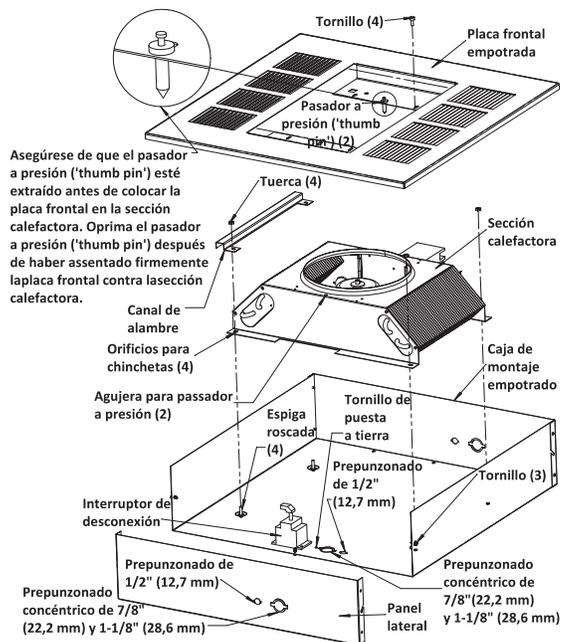

Figura 3
1. Extraiga la caja de montaje empotrado (Figura 3) de la caja que contiene el gabinete de montaje empotrado tipo REA.
2. Quite los tres tornillos y el costado de la caja de montaje empotrado para facilitar el conexiónado (Figura 3).
3. Retire uno de los troqueles que están cerca del tornillo de puesta a tierra e instale un conector de cables o conductos (Figura 3).
4. Instale el interruptor de desconexión opcional (si fuera necesario) como se indica en la Figura 3.
8. Posicione la sección calefactora sobre las espigas roscadas de la caja de montaje empotrado (Figura 3).
- Empuje la sección del calefactor contra los pernos y coloque dos tuercas (incluidas) en los pernos para sujetar la mitad de la sección del calefactor opuesta a los cables enfundados a la caja empotrable. Empuje el cablecanal contra los pernos asegurándose de que los cables enfundados queden adentro del cablecanal y coloque dos tuercas (incluidas) en los pernos para sujetar el cablecanal y la otra mitad del calefactor a la caja empotrable. (Figura 3).
- Extraiga la placa frontal empotrada (Figura 3) de la caja que contiene el gabinete de montaje empotrado tipo REA.
NOTA: asegúrese de que el pasador a presión ('thumb pin') de cada extremo de la abertura de la rejilla de descarga esté extraído, para permitir que el cuerpo de estos pasadores encaje en los agujeros de la sección calefactora (Figura 3).
- Instale y apriete firmemente los cuatro tornillos (suministrados) para asegurar la placa frontal empotrada a la sección calefactora (Figura 3).